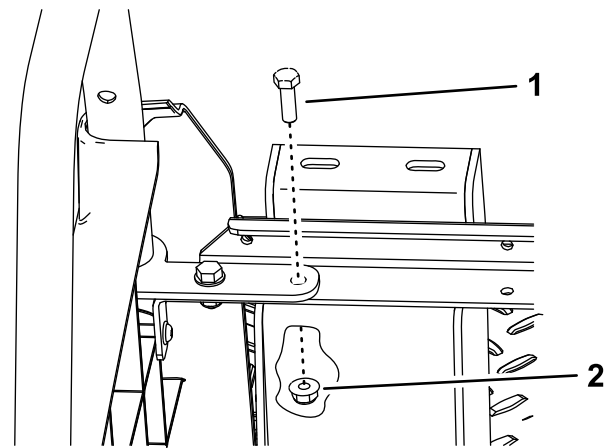

Figura 8
5. Sujete la parte superior del soporte usando el perno del kit (5/16" x 1") y la tuerca (5/16") que se retiraron en el paso 3 del procedimiento anterior (Figura 8).
1. Dirija el arnés de cables detrás de la cabina y bajo el asiento y fije la abrazadera en el arnés de cables al panel lateral (Figura 8).